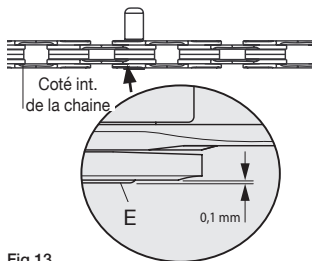

Fig.13
Afin de ne pas abîmer irréparablement la chaîne, **NE VISSEZ PAS** l'outil au-delà de la butée. Laissez la bague ULTRA-LINK 5-CN-SR700 (E) dépasser de 0,1 mm sur le côté interne du maillon (Fig. 13).